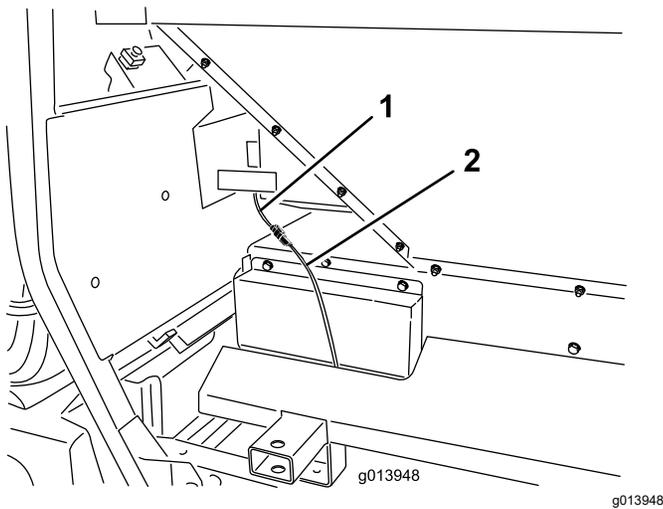

Figura 19
3. Enchufe el arnés de cables intermedio en el conector del arnés de alimentación de la máquina (Figura 18 o Figura 19).